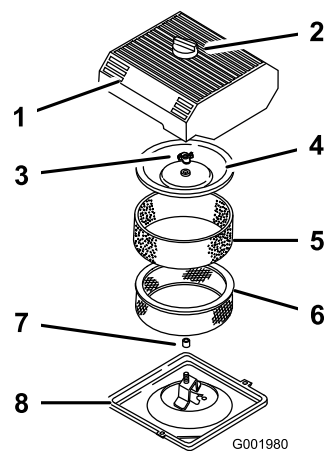

Figura 43
3. Pulite intorno al filtro dell'aria per evitare che la morchia possa penetrare nel motore provocando gravi danni (Figura 43).
4. Svitare la manopola sul coperchio del filtro dell'aria e togliete il coperchio (Figura 43).
5. Togliete con cautela l'elemento in schiuma sintetica dall'elemento di carta (Figura 43).
6. Svitare il dado del coperchio e togliete sia il coperchio che l'elemento di carta (Figura 43).
- Infilate con cautela l'elemento in schiuma sintetica sopra l'elemento di carta del filtro dell'aria (Figura 43).
- Avvitare a fondo, manualmente, il dado contro il coperchio (Figura 43).
- Montate il coperchio del filtro dell'aria e la manopola (Figura 43).